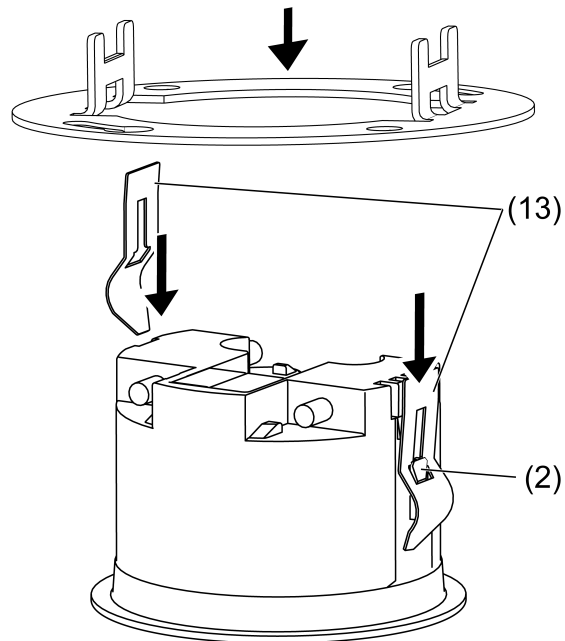

рисунок 9
- Зажимные пружины (13) установить в правильном положении, вставив их сзади в направляющие (2) до защелкивания (рисунок 9).